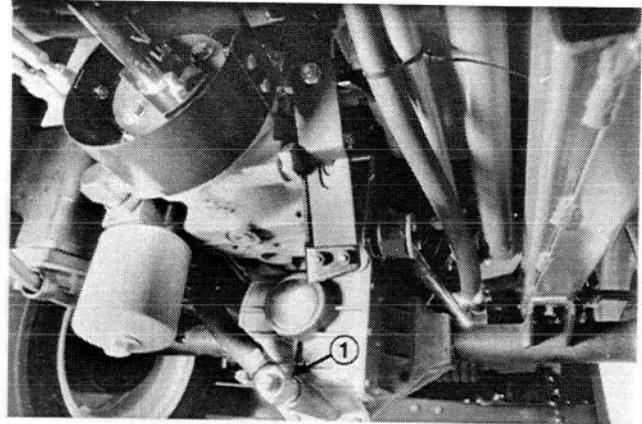
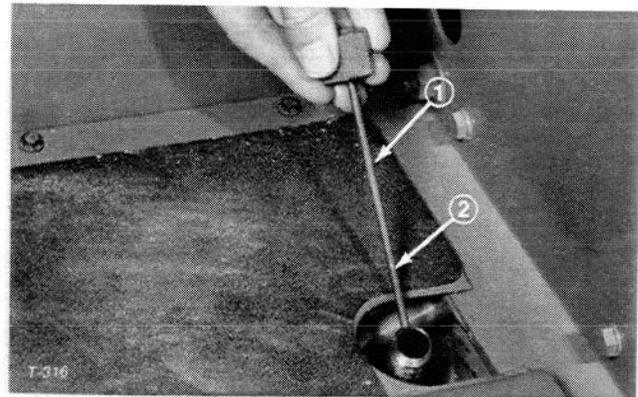

Bild 40
Bild 41
4. Die Ablassschrauben zwischen dem Achsgehäuse und dem Ölfiter abschrauben und das Öl in eine Auffangwanne ablaufen lassen (Bild 40).
6. Die Ablassschraube wieder zwischen Achsgehäuse und Ölfiter einschrauben (Bild 40).
7. Den Ölmeßstab aus dem Achsölfüllrohr entfernen (Bild 41) und die Achse bis zum korrekten Ölstand mit dem Öl des für die Umgebungsbedingungen zutreffenden Typs und der korrekten Viskosität befüllen; siehe Tabelle oben.
9. Die Maschine für ca. 2 weitere Minuten stehen lassen, dann den Ölmeßstab entfernen und den Ölstand in der Achse messen (Bild 41). Bei niedrigerem Ölstand, bis zur Auskerbung am Meßstab auffüllen (Bild 41). Bei zu hohem Ölstand, die Ablassschraube (Bild 40) entfernen und Öl ablassen, bis der Ölstand die Auskerbung am Ölmeßstab erreicht hat.